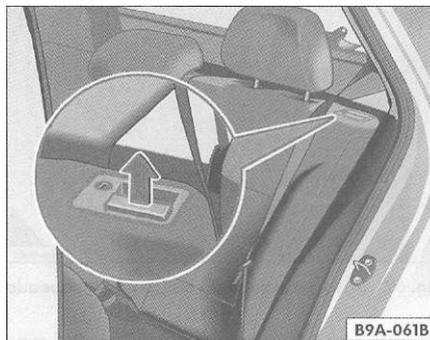

Fig. 68 Destrramento do encosto do banco traseiro
- Destranque a fechadura³³¹ dos bloqueadores do encosto => fig. 68.
- Puxe, simultaneamente, as duas travas no sentido da seta => fig. 68 e rebata parcialmente o encosto.